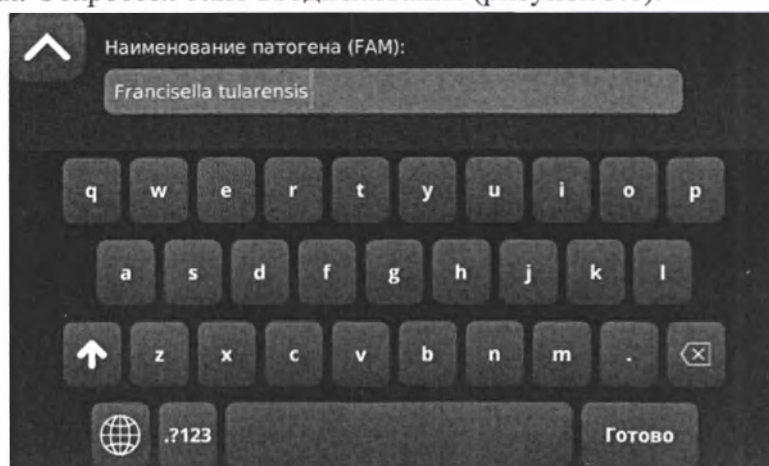

Рисунок 3.6 Ввод имени патогена
9. Укажите название патогена для каждого из маркеров, нажав на кнопку клавиатуры справа от поля. Откроется окно ввода названия (рисунок 3.6).